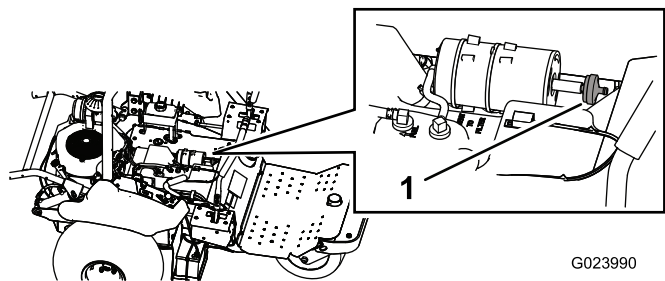

Figura 47
2. Desligue o filtro do recipiente de carbono (Figura 47).